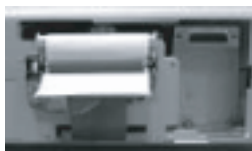

Abbildung 7: Plattensbefestigung
- Klemmen vorsichtig die Platte fest, so daß die Papierausrichtung nicht ändert wird. Siehe Abbildung 7.